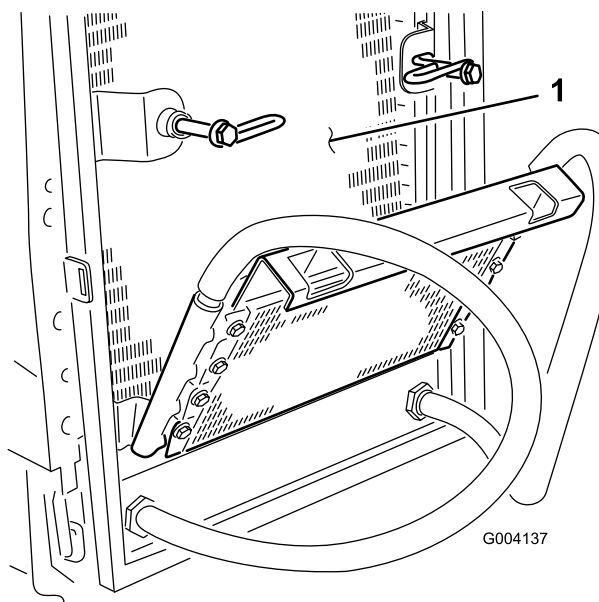

Bild 52
- Reinigen Sie beide Seiten des Ölkühlers und des Kühlers gründlich mit Druckluft (Bild 52).